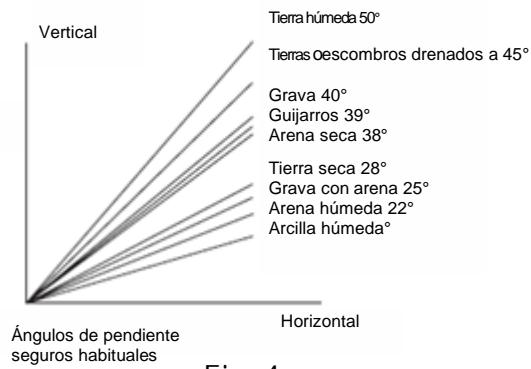

Fig. 4
- La inclinación y el banqueo son otro medio de proteger a los trabajadores de los peligros de derrumbes. La inclinación es un método para recortar las paredes de la zanja en un ángulo tal que existan pocas posibilidades de derrumbe. Se conoce como "ángulo de reposo" y debe ser adecuado para el tipo de suelo. Véase fig. 4